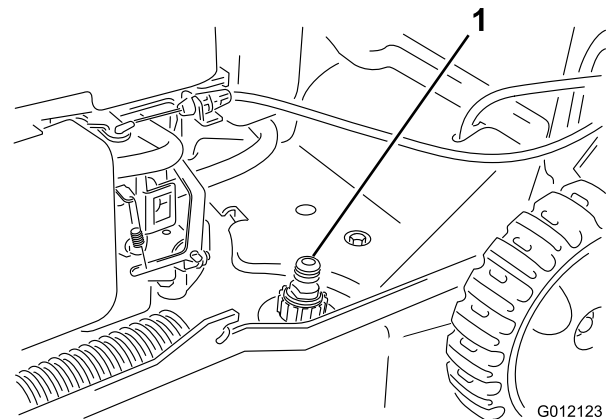

Bild 25
3. Befestigen Sie einen Gartenschlauch, der an einen Wasserhahn angeschlossen ist, am Wasseranschluss am Rasenmähergehäuse (Bild 25).